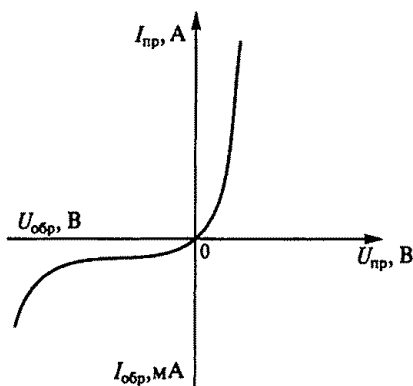

Рис. 182
7.11. Чем объясняется нелинейность вольт-амперной характеристики $p-n$ -перехода (рис. 182)?